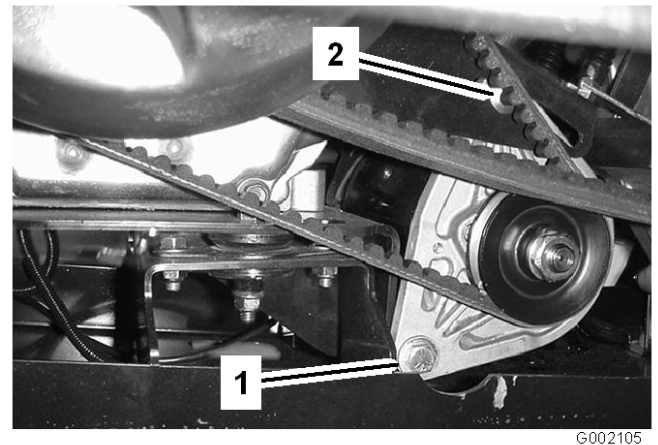

Bild 53
2. Lockern Sie die Mutter an der Drehschraube (Bild 53).
3. Setzen Sie ein Stemmeisen zwischen der Motorbefestigung und dem Anlasser ein. Lockern Sie die Klemmmutter an der Schlossschraube (Bild 53).
5. Ziehen Sie dann die Mutter an der Schlossschraube fest und entfernen das Stemmeisen. Ziehen Sie die Mutter an der Drehschraube fest (Bild 53).